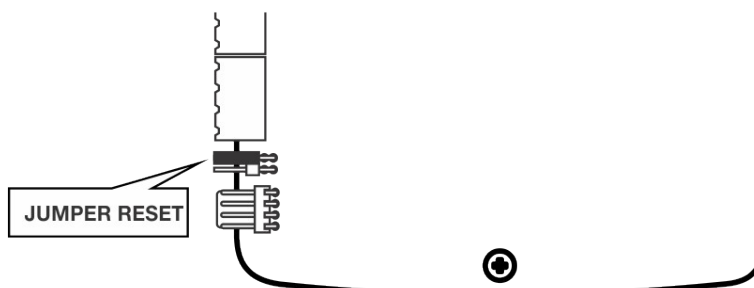
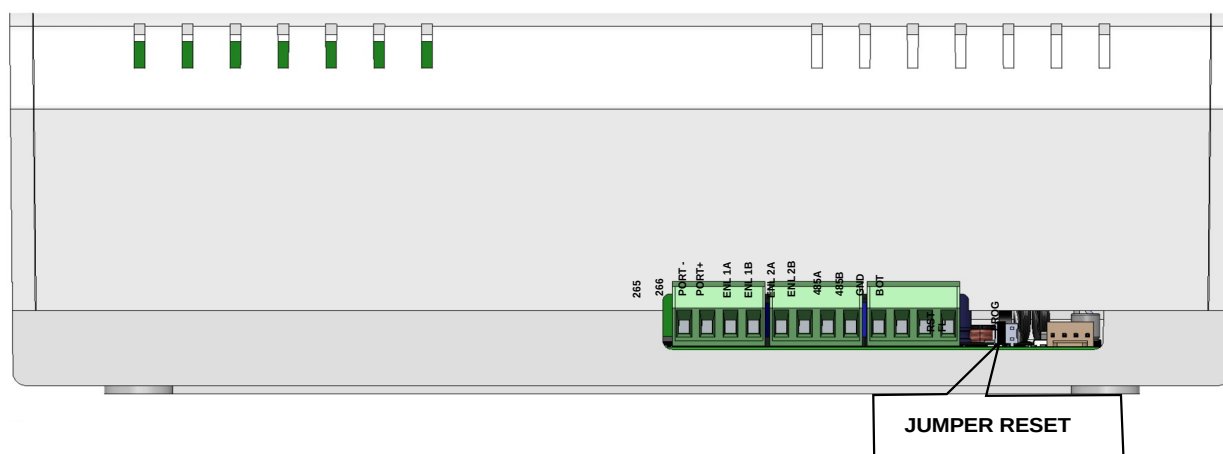

Figura 19: Optymus 16
Figura 20: Optymus 66
1. Feche o jumper **RESET** localizado conforme Figura 19: Optymus 16 ou Figura 20: Optymus 66 por 6 segundos para restauração parcial ou 20 segundos para restauração total.
2. Feche o jumper **RESET** localizado conforme Figura 19: Optymus 16 ou Figura 20: Optymus 66 acima.